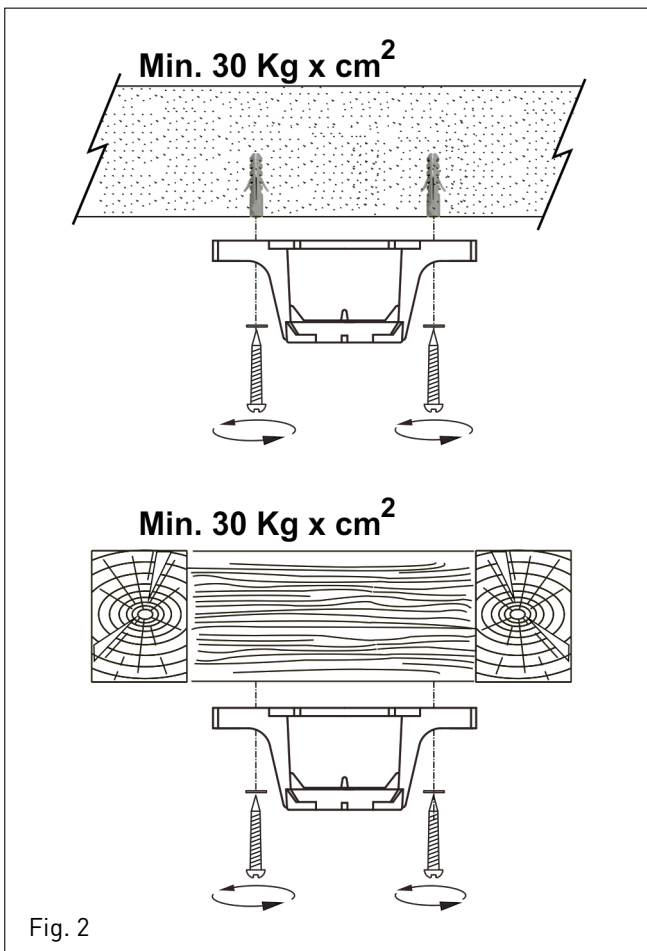

Fig. 2
4. CONSIGNES D'INSTALLATION (figure 2)
- Insérez les chevilles fournies et fixez le support crochet (**Fig.2-A**) avec les vis et les rondelles de sécurité correspondantes.
- Fixez directement le support crochet (**Fig.2-A**) sans percer aucun trou. Utilisez les vis et les rondelles de sécurité fournies.